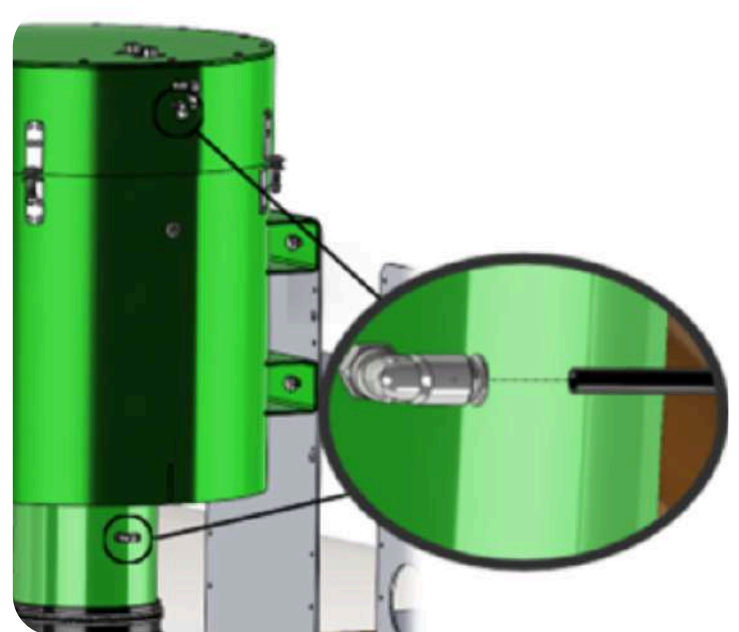

figure 11
- 8 Raccorder le tuyau pneumatique de la tête de nettoyage à l'adaptateur (**figure 11**).
- 9 Raccorder le tuyau pneumatique de la tête de nettoyage à l'adaptateur (**figure 11**).